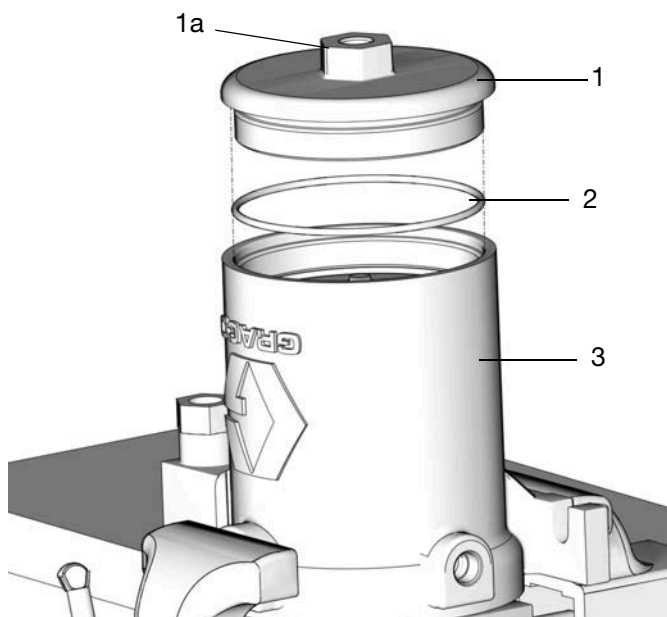

ABB. 34
- Eine dünne Fettschicht auf den O-Ring (2) der Abdeckung auftragen. Den O-Ring an der Abdeckung (1) anbringen (ABB. 34).
- Die Abdeckung an der Unterseite des Luftmotorzylinders (3) anbringen. Das Oberteil der Abdeckung anbringen, um den richtigen Sitz zu gewährleisten und die Feder zu komprimieren. Die Mutter (1a) mit einem Schraubenschlüssel drehen und die Abdeckung fest anziehen. Dann mit einem Anzugsmoment von 37,9 bis 43,4 N•m (28 bis 32 ft-lb) festziehen ABB. 34.